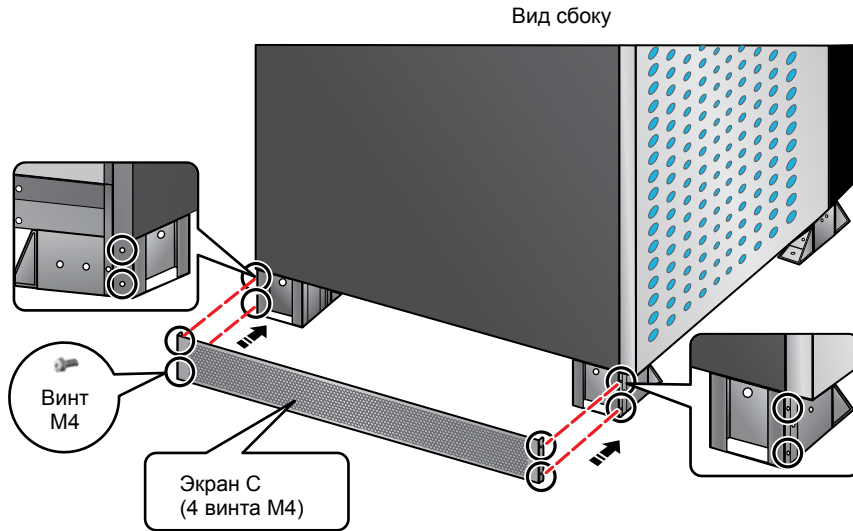

Рис. 5-6. Установка экранов для защиты от грызунов с боковых сторон ИБП
3. По боковым сторонам ИБП установите экраны С, как показано на (см. **Рис. 5-6**).